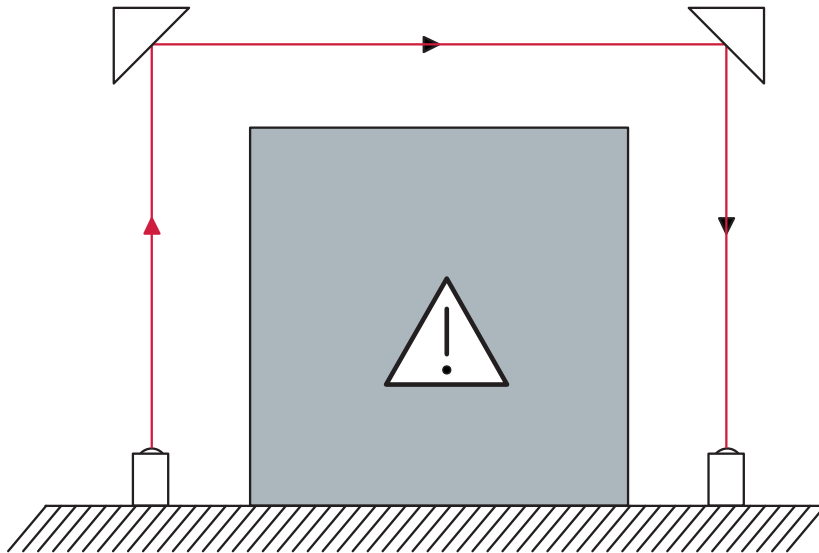

图 6.5: 偏转镜柱的定位
- 偏转镜柱的定位必须保证光轴位于反射镜的中心 (见图 6.5:)。